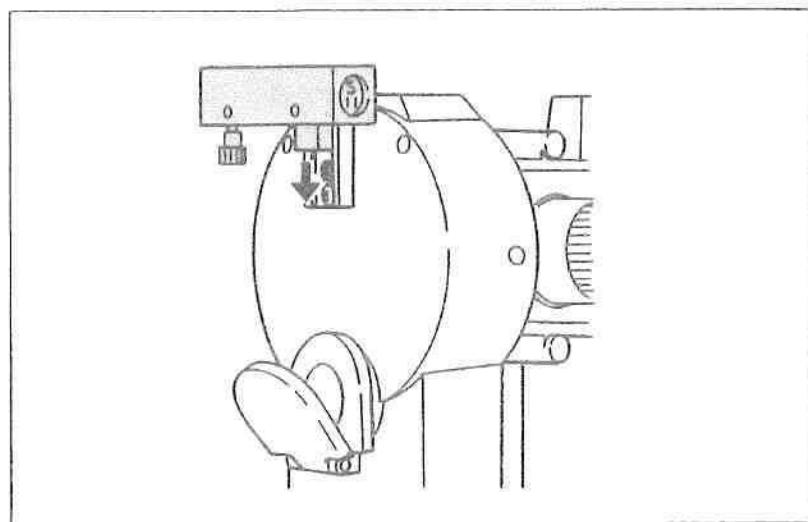
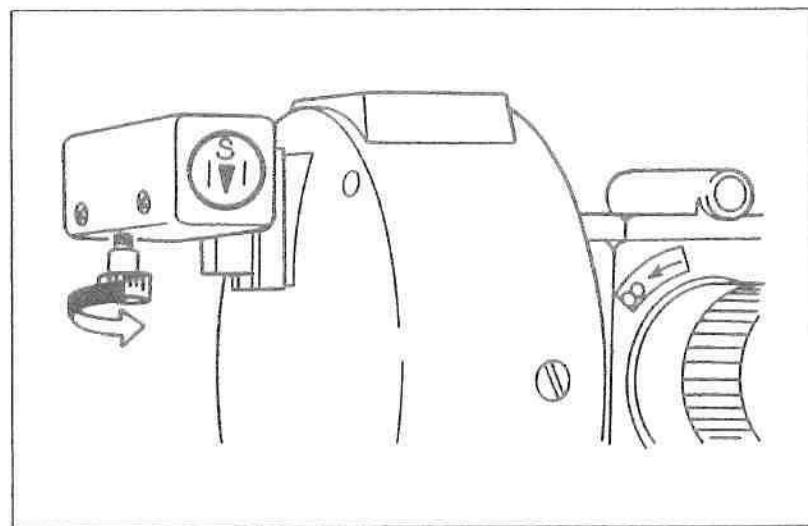

図35
図36
①取付け座のアリ溝に差し込みます。(図35)
②本機を整準し、望遠鏡を正の位置に構えます。
③磁針クランプを緩め、上盤を回して、磁針の尖端をケース前面の2本の白線の中心に合わせます。(図36)